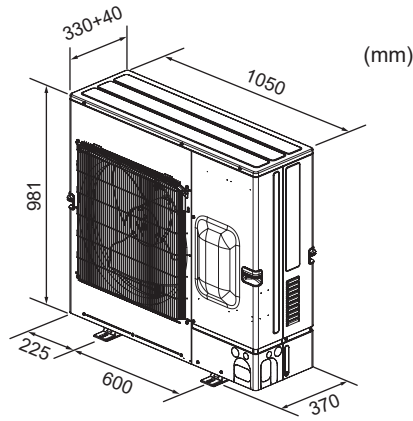

Abb. 2-2
2.3. Außenmaße (Außenanlage) (Abb. 2-2)